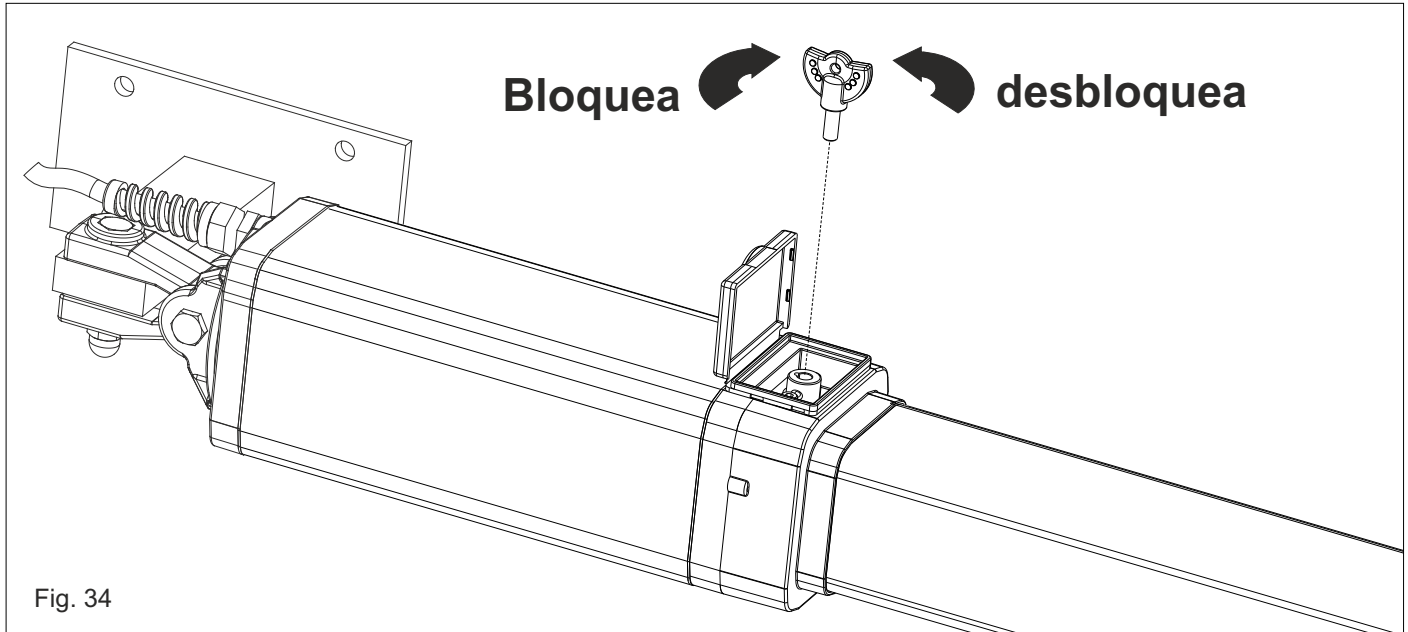

Fig. 34
-Insertar la llave y girarla en sentido antihorario 180 grados (Fig.34)
-Insertar la llave y girarla en sentido horario hasta el cierre (Fig.34)